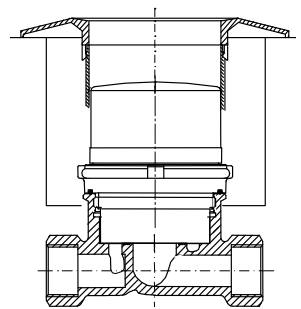

Abb. 3
Für Einbautiefen über 80 mm kann diese Rosette mit Rosettenverlängerungsringen in Schritten von 20 mm verlängert werden (siehe Abb. 3).
- 1.13. Rosette auf die Zählwerkshaube bis zum Anschlag schieben (siehe Abb. 3). Für Feuchtrauminstallationen mit Verlängerungshülse kann zusätzlich eine Rosettenscheibe eingesetzt werden, die gesondert zu bestellen ist.